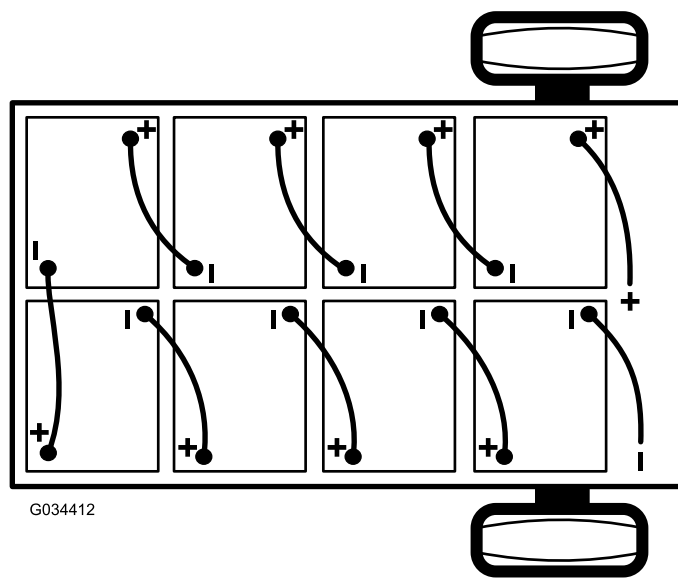

Figura 42
2. Desconecte el cable negativo principal (negro) de las baterías que conecta el banco de baterías a la conexión de tierra de la máquina (Figura 42).
3. Desconecte el cable positivo principal de la batería (rojo) que conecta el banco de baterías al contactor principal de la máquina (Figura 42).
- Nota:** Preste atención a la polaridad de las baterías al instalar las baterías nuevas (Figura 42).
6. Conecte las baterías entre sí como se muestra en Figura 42 con los cables de interconexión de las baterías que retiró en el paso 1.
2. Conecte el cable positivo principal de las baterías (rojo) entre el banco de baterías y la máquina (Figura 42).
3. Conecte el cable negativo principal de las baterías (negro) entre el banco de baterías y la máquina (Figura 42).